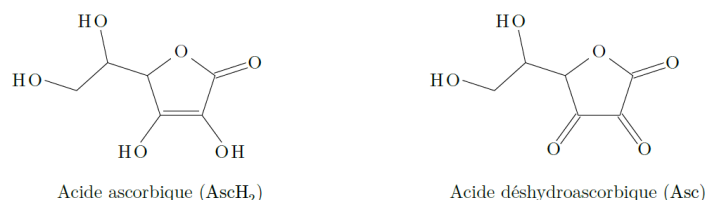

Figure 2
- Justifier que l'acide ascorbique, noté $\text{Asc}_{(\text{aq})}$, et l'acide déshydroascorbique, noté $\text{AscH}_{2(\text{aq})}$, (figure 2) appartiennent à un couple oxydant-réducteur.